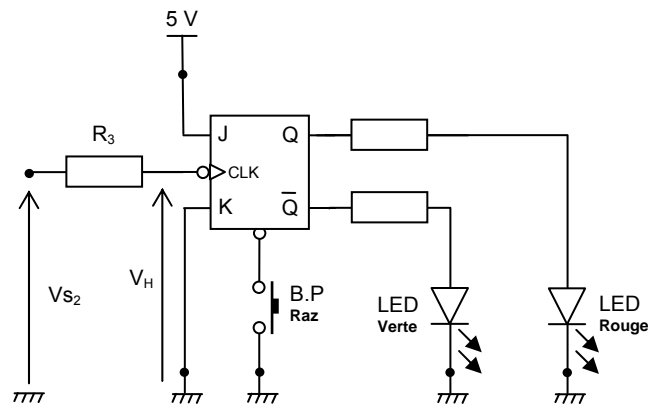

FIGURE 13
C.3 La tension  $V_{S2}$  est appliquée sur l'entrée d'horloge (CLK) de la bascule JK représentée sur la figure 13, afin de détecter un front descendant.